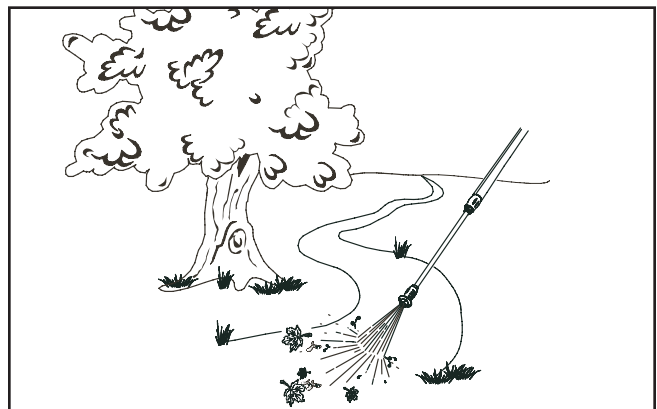

Figura 14 — Poner a prueba el patrón de aspersion
2. Apunte la boquilla hacia el suelo, desenganche el cerrojo de seguridad y apriete el gatillo para probar el patrón de rociado (Figura 14).